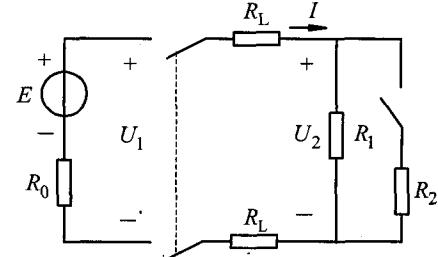

图 1.6
**【例 1.4★】** 图 1.6 是电源有载工作的电路。电源的电动势  $E = 220\text{V}$ ，内阻  $R_0 = 0.2\Omega$ ；负载电阻  $R_1 = 10\Omega$ ， $R_2 = 6.67\Omega$ ；线路电阻  $R_L = 0.1\Omega$ 。试求负载电阻  $R_2$  并联前后：
(1) 电路中电流  $I$ ；
(2) 电源端电压  $U_1$  和负载端电压  $U_2$ ；
(3) 负载功率  $P$ 。当负载增大时，总的负载电阻、负载功率、电源端和负载端的电压是如何变化的？